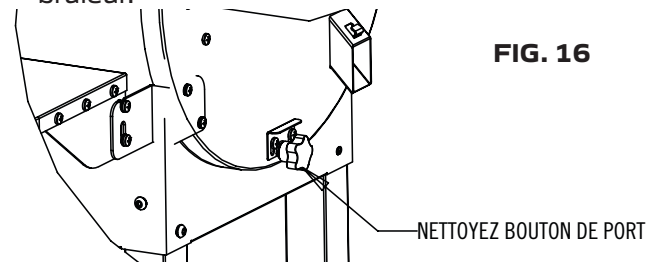

FIG. 16
1. Le bouton de la tige de la zone de nettoyage doit être enfoncé lorsque le barbecue est allumé. S'assurer que le système de blocage de la tige est tiré vers le bas et bloque le bouton afin d'empêcher l'ouverture de la zone de nettoyage par inadvertance. Voir la Fig. 16.